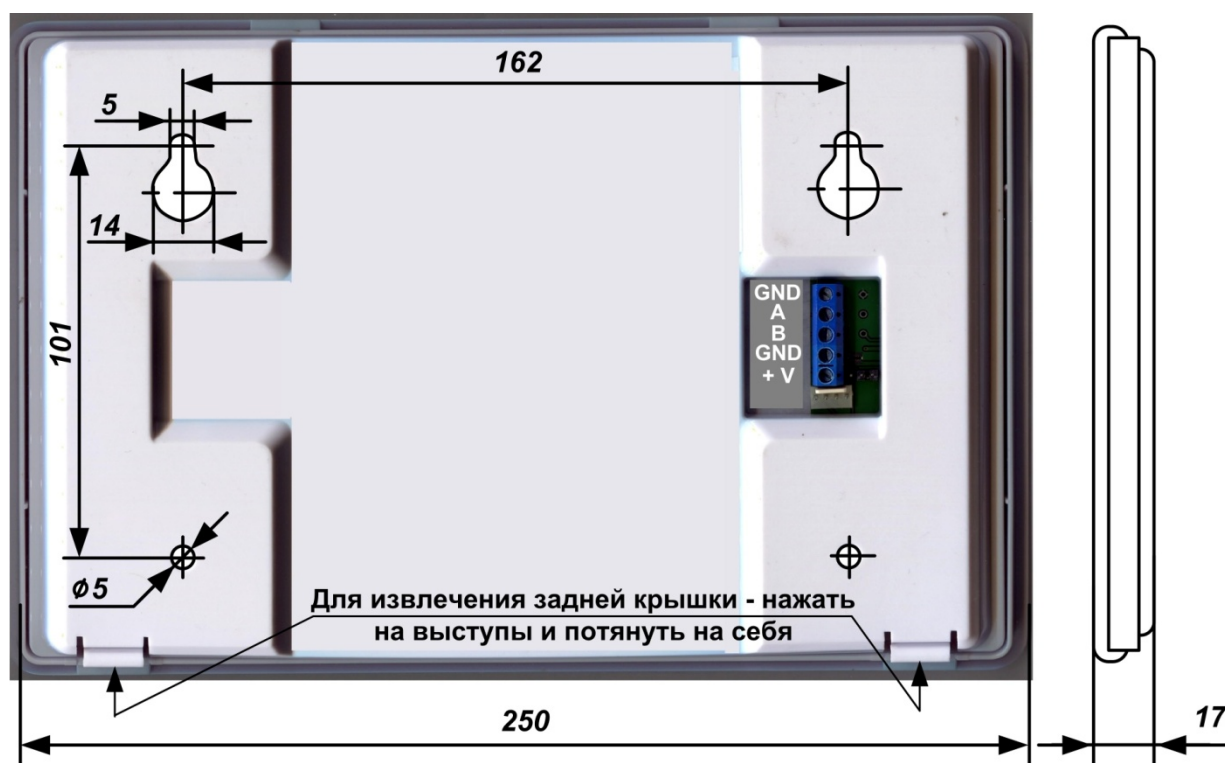

Рис. 2 Внешний вид, габаритные и присоединительные размеры.
5.1 Конструкция корпуса БИС-Р предназначена для монтажа на стене. Габаритные и установочные размеры представлены на Рис. 2.